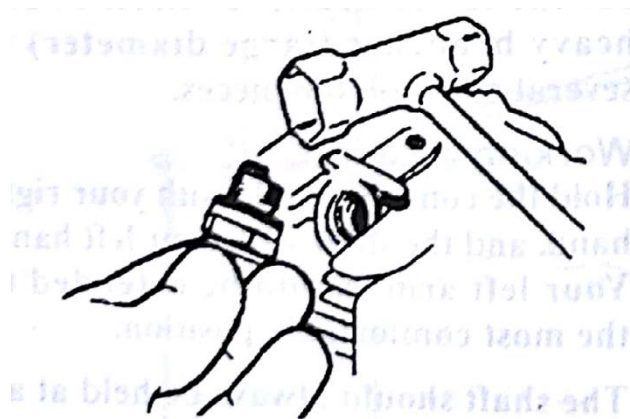

Figura 30
1.Desconecte el cable de la bujía y luego use una llave de bujía para remover la bujía (gire hacia la izquierda para aflojar) Vea Figura 30